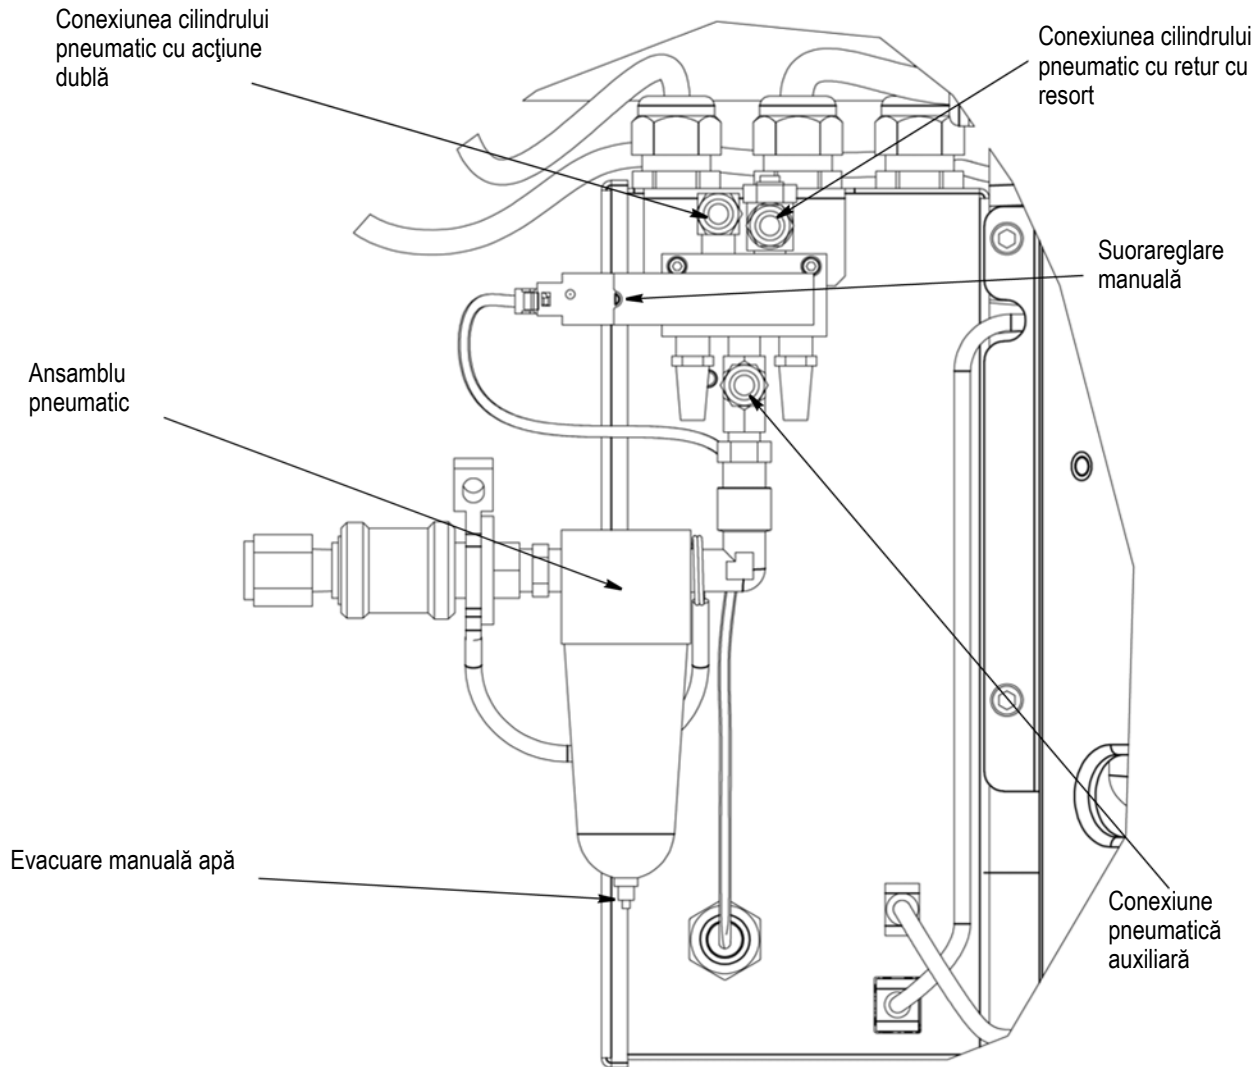

Figura 15
Urmați pasul 2 "Procedura de instalare pentru utilizarea de către client" descrisă în fișa cu instrucțiuni a pachetului pneumatic 2161209 livrată împreună cu pachetul pneumatic 2161209-1 Figura 15
12. Instalați aplicatorul pneumatic pe placa de bază și conectați-l la porturile aplicabile (consultați figura 15).
16. Pentru a bloca alimentarea pneumatică în poziție oprită, opriți alimentarea pneumatică și fixați blocarea în poziția indicată în figura 15. Asigurați blocarea cu un lacăt (furnizat de client).